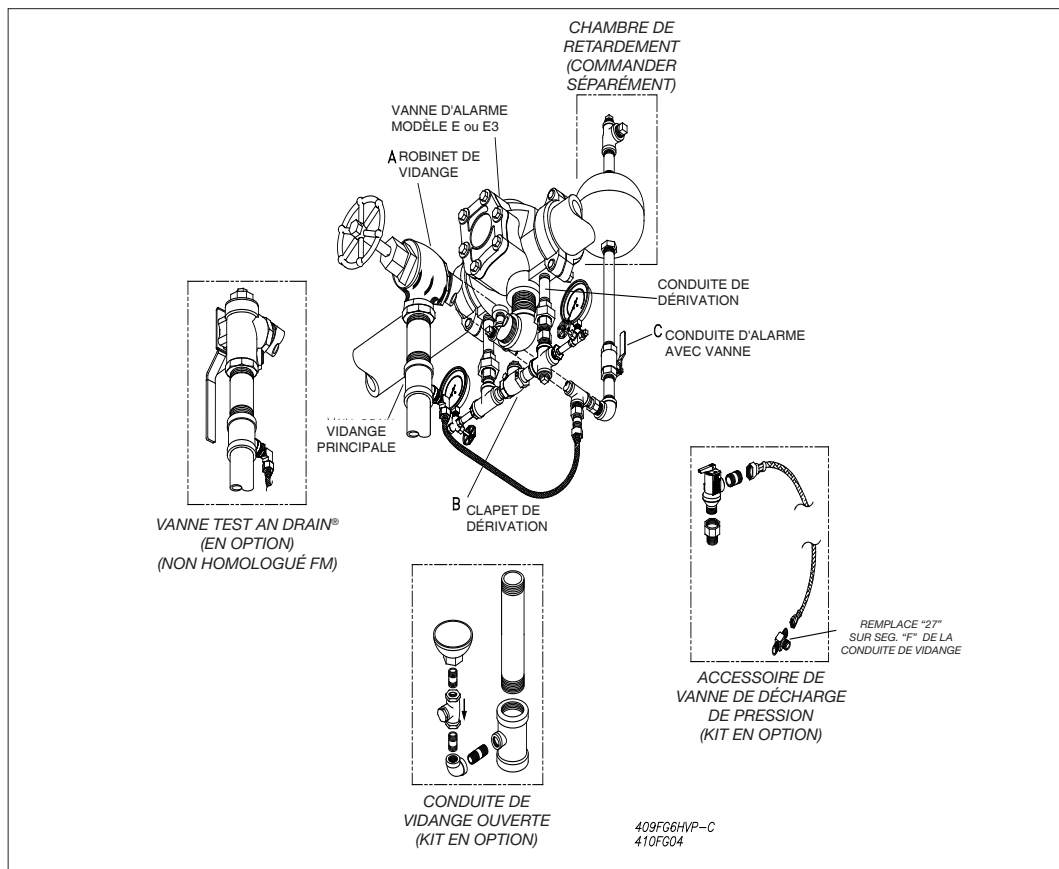

Figure 8 - Accessoire E3 pour installation horizontale
- **Installation horizontale (Fig. 5, Fig. 6 et Fig. 8)**